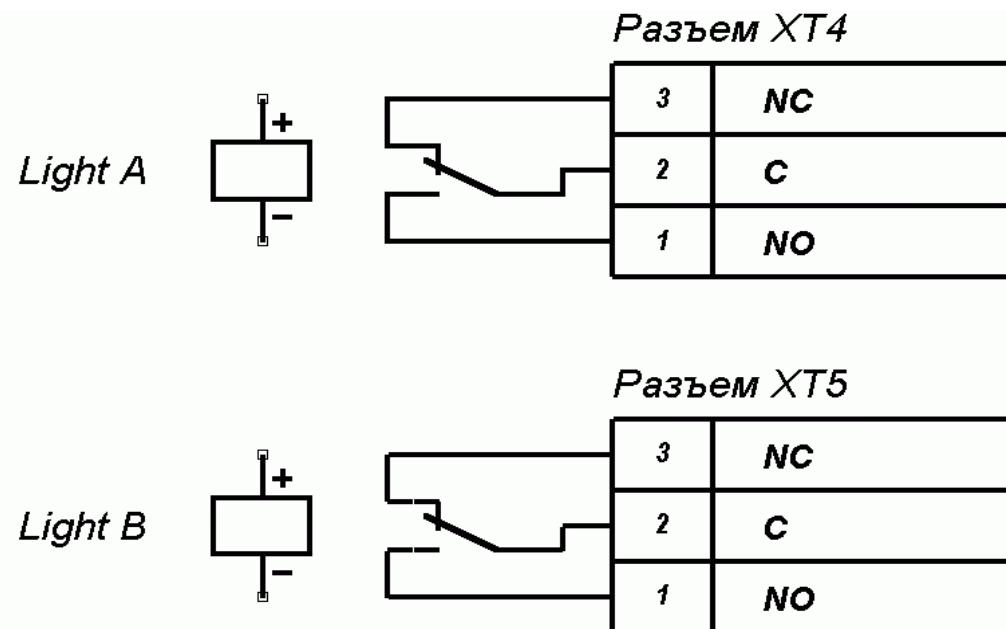

Рисунок 8 – Выходные каскады для Light A и Light B
5.9.4 Выносные индикаторы подключаются на клеммные колодки "XT4" (Light A) и "XT5" (Light B). При этом реле Light A (Light B) активизировано (на его обмотку подано напряжение), когда горит соответствующая данному направлению прохода зеленая стрелка на световом табло, и нормализовано (на его обмотку напряжение не подано), когда соответствующая данному направлению прохода зеленая стрелка на световом табло не горит. Факт срабатывания/отпускания реле Light A и Light B можно определить по загоранию/гашению красных индикаторов, которые установлены вблизи указанных реле (см. рис. 3). Выходные каскады для Light A и Light B — перекидные контакты реле (см. рис. 8) со следующими характеристиками сигналов: